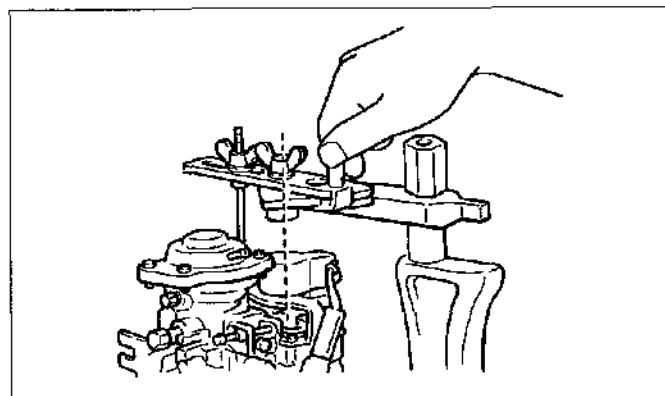

Figura 15-38
(2) Instale el RPS y fije la palanca de ajuste mientras ajusta la velocidad de la bomba y la cantidad de inyección cambiando la palanca de ajuste desde la posición carga completa a la posición ralentí como se indica en las especificaciones de prueba. (Vea la figura.15-38)